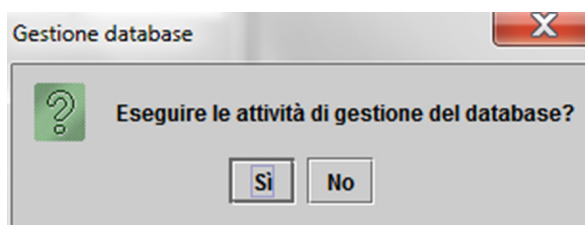
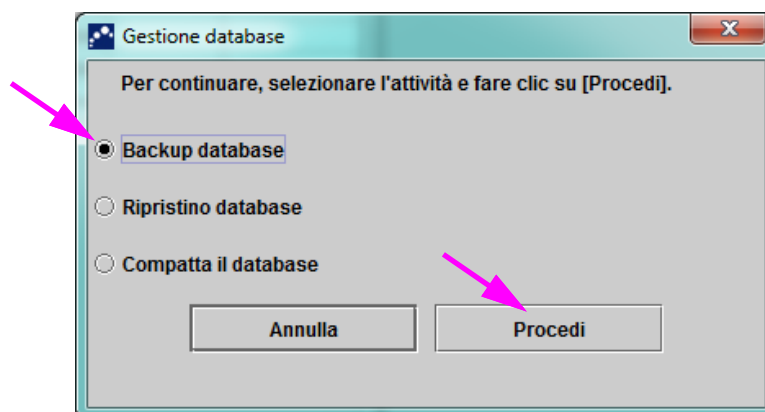

Figura 5-8. Finestra di dialogo Gestione database
Figura 5-9. Finestra di dialogo Gestione database
1. Se la casella **Promemoria per la gestione del database** nella finestra di dialogo Configurazione del sistema (vedere la Figura 2-77) **non** è selezionata, la finestra di dialogo Gestione database (vedere la Figura 5-8) non viene visualizzata e non viene richiesta alcuna azione riguardante il database. Il software continuerà a caricare ed è possibile passare alla Sezione 5.2.3.2 per proseguire con la sequenza di avvio.
2. Se la casella **Promemoria per la gestione del database** nella finestra di dialogo Configurazione del sistema (vedere la Figura 2-77) è selezionata, la finestra di dialogo Gestione database (vedere la Figura 5-8) viene visualizzata nella parte superiore della finestra GeneXpert Dx System con la richiesta se si desidera eseguire le attività di gestione del database.
- A. Facendo clic su **No** nella finestra di dialogo Gestione database (vedere la Figura 5-8), il software del GeneXpert Dx continua a caricare ed è possibile passare alle attività indicate nella Sezione 5.2.3.2.
- B. Fare clic su **Si** nella finestra di dialogo Gestione database (vedere la Figura 5-8) e verrà chiesto di selezionare l'attività da eseguire (vedere la Figura 5-9).
A seconda dei privilegi dell'utente, potranno essere visibili tutte o alcune delle quattro opzioni nella finestra di dialogo Gestione database. Vedere la Figura 5-9.
4. Fare clic sul pulsante **Procedi** (vedere la Figura 5-9) per iniziare a eseguire l'attività di gestione del database desiderata.